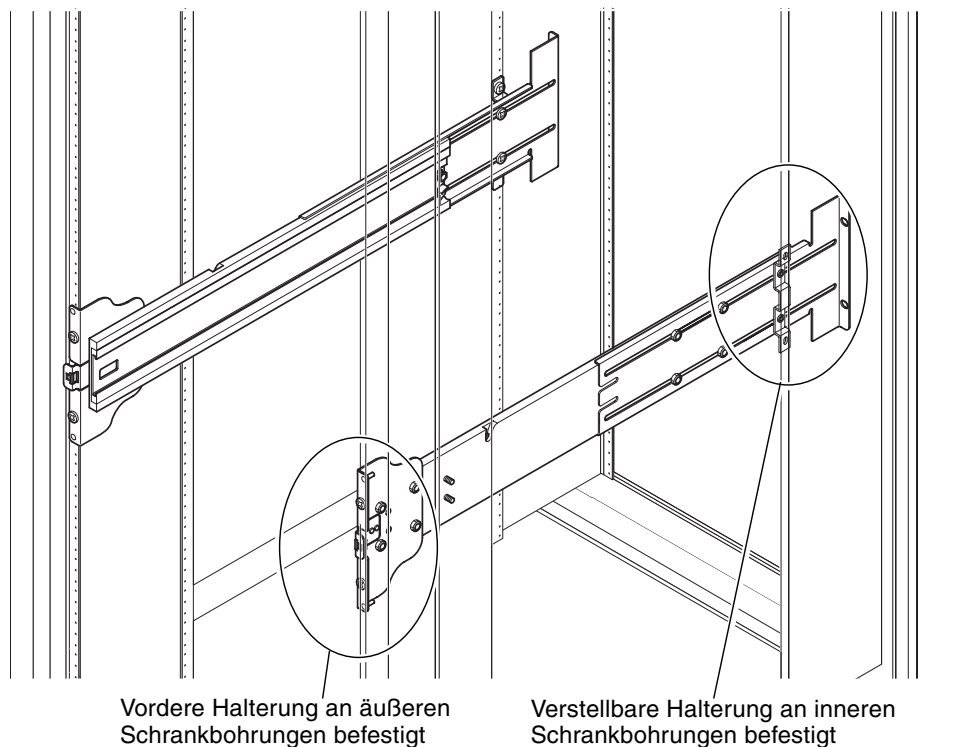

ABBILDUNG 1-4 Installieren der Schienen in einem Sun Fire Schrank
1. Stecken Sie die Stifte in der vorderen Halterung in die Schrankbohrungen 22 und 33 (ABBILDUNG 1-4).
1. Stecken Sie die Stifte in der vorderen Halterung in die Schrankbohrungen 58 und 69 (ABBILDUNG 1-4).